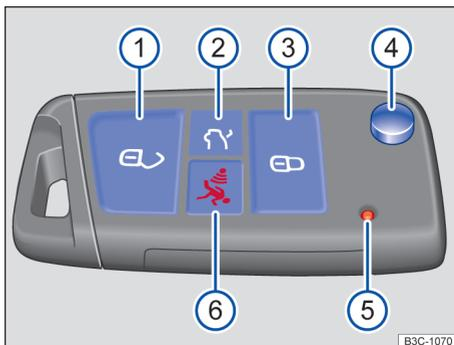
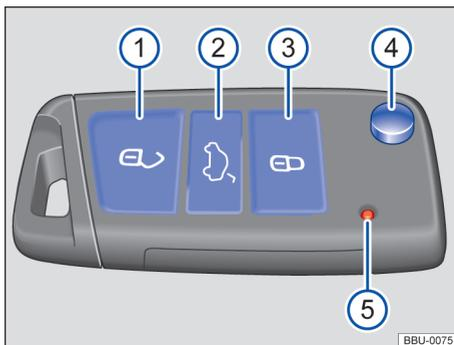
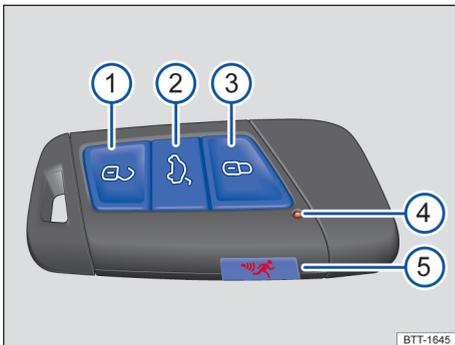

Fig. 53 Chave do veículo com botão do alarme (variante 1).
Fig. 54 Chave do veículo sem botão do alarme (variante 2).
Fig. 55 Chave do veículo.
Legenda para Fig. 53 e → Fig. 54:
Legenda para Fig. 55:
Pressionando o botão → Fig. 53 ④ ou → Fig. 54 ④, a haste da chave é destravada e rebatida para fora.
Pressionar os botões de alarme → Fig. 53 ⑥ ou → Fig. 55 ⑤ somente em casos de emergência! Após pressionar o botão do alarme, a buzina é ativada e as luzes piscam. Pressionar novamente o botão do alarme, para desligá-lo.
i Se os botões da chave do veículo → Fig. 53 ou → Fig. 54, ou um dos botões do travamento central → Página 75 forem acionados repetidas vezes em curto intervalo de tempo, ocorrerá um desligamento temporário do travamento central para proteção contra sobrecarga. Nesse caso, o veículo fica destravado. Travar o veículo se necessário.